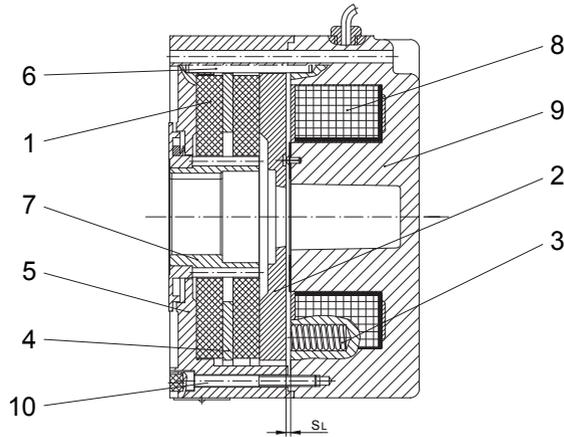

Bild 1: Zweiseiben-Federdruckbremse der Reihe Z..
- 3 Funktionsweise** Das Funktionsprinzip wird anhand der in Bild 1 dargestellten Zweischeiben-Federdruckbremse (Reihe Z..) erläutert.
Ausgehend von der in Bild 1 gezeigten Variante können alle Bremsen zusätzlich mit folgenden Optionen ausgestattet werden:
Im Allgemeinen sind die Federdruckbremsen betriebsfertig am Motor montiert. Bei nachträglichem Anbau ist zunächst der Mitnehmer (7 in Bild 1) auf etwa 80°C anzuwärmen und auf das verlängerte Wellenende des Läufers aufzuschieben. Nun kann auch die Bremse auf den Zentrieransatz an der Lüfterhaube bzw. am B-Lagerschild des Motors mit weichen Schlägen aufgeschoben und befestigt werden. Die Befestigungsschrauben sind durch geeignete Unterlagen gegen Lockerung zu sichern.